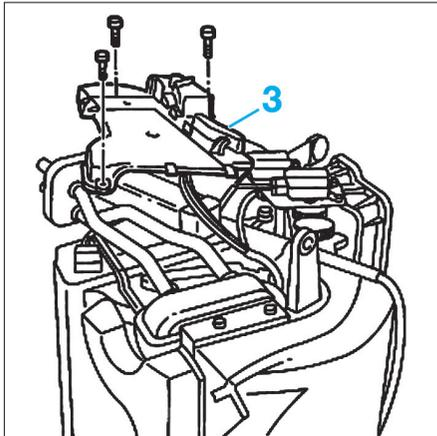

Fig. 21
- Ecarter le faisceau électrique et déposer la garniture (3) (Fig.21)